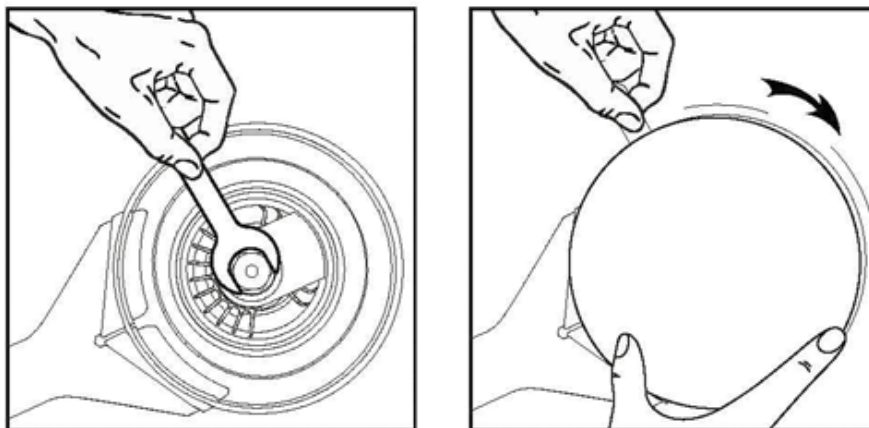

Fig. 5
2. Per rimuovere il disco, inserire la chiave piatta tra il disco e la carenatura. Fissare il perno con la chiave piatta e svitare il disco (Fig. 5).